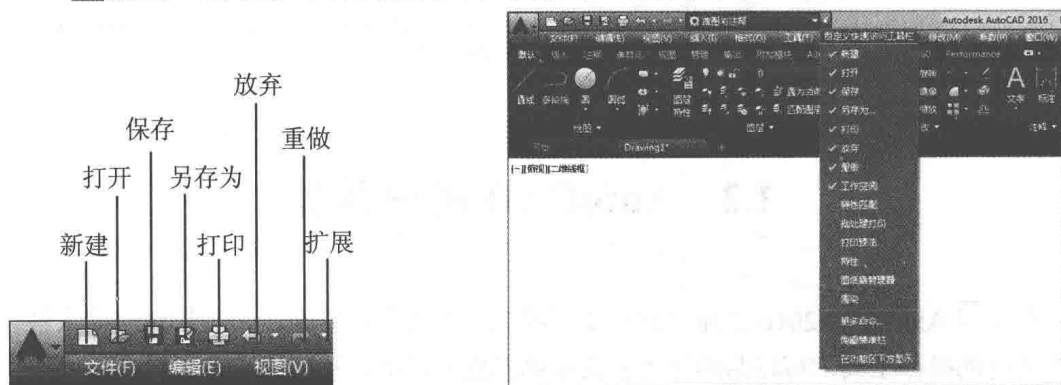

图 1-7 自定义快速访问工具栏
- 快速访问工具栏:在标题栏左侧位置的快速访问工具栏中包含了“新建”“打开”“保存”和“打印”等常用工具。用户还可以单击快速访问工具栏右侧的“扩展”按钮,将其他工具栏放置在该工具栏中,效果如图 1-7 所示。